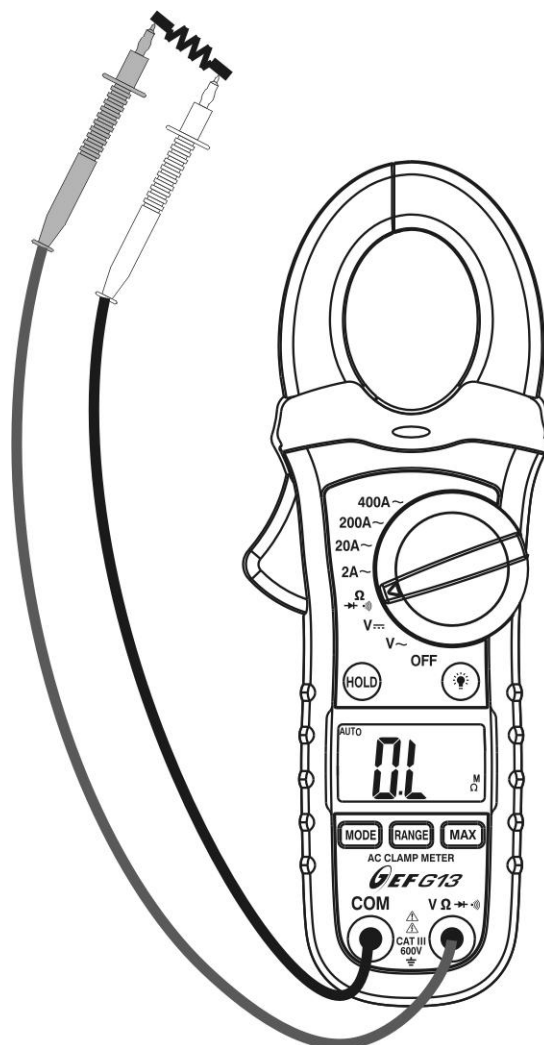

Fig. 5: Uso da pinça para medir Resistências
4. Colocar as ponteiros nos pontos pretendidos do circuito em exame (ver Fig. 5). O valor da resistência é apresentado no display